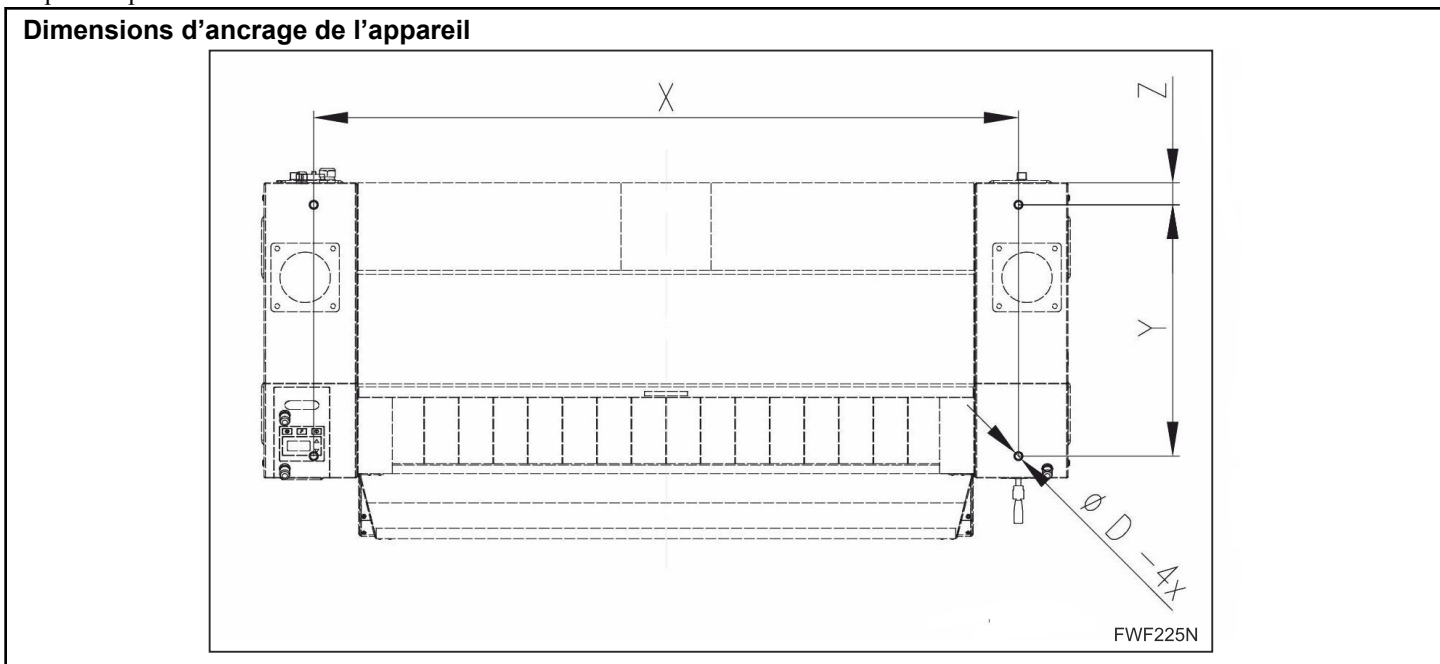

Figure 11
- Il est nécessaire ou souhaitable de fixer la machine au sol ; les trous d'assemblage $D = 23 \text{ mm}$ [0,91 po.] doivent servir à cela. Ces trous se situent dans la partie basse des parois des deux supports de la machine – Voir *Figure 11* et *Tableau 6*.